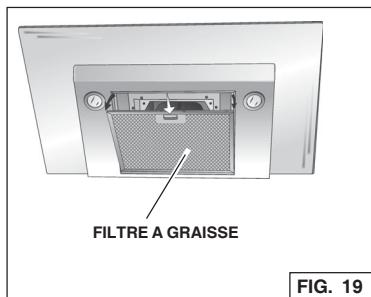

FIG. 19
- Pour ôter le filtre ANTI-GRAISSE, saisir la languette de verrouillage et la tirer vers le bas. Le filtre se dégagera ainsi de la hotte. Le faire balancer vers le bas et le retirer. Fig. 19.
- Pour installer le filtre ANTI-GRAISSE, aligner les languettes arrière du filtre sur les fentes dans la hotte. Tirer la languette de verrou, pousser le filtre en place et relâcher. S'assurer que le filtre est solidement engagé après l'installation. Fig. 19.